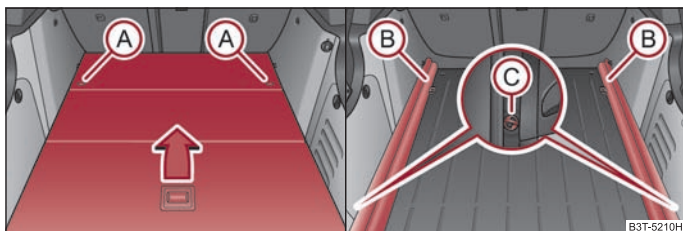

Fig. 85 Maletero: Desmontar el piso de carga variable / desmontar los portaguías
- Desbloquee el piso de carga variable girando las argollas de seguridad (A) a izquierda, aprox. 90° ⇒ fig. 85.
- Desbloquee los rieles portantes (B) ⇒ fig. 85 girando las argollas de fijación intercambiables (C) a derecha, aprox. 90°.